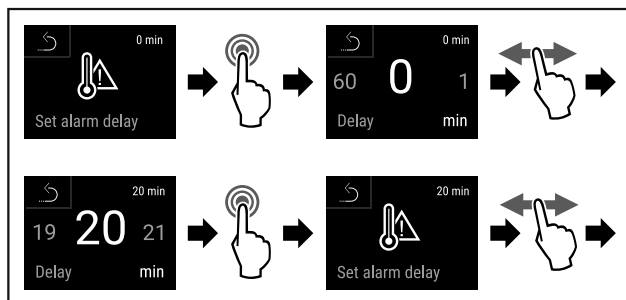

Fig. 142
- ▶ Eseguire i passi (vedere Fig. 142).